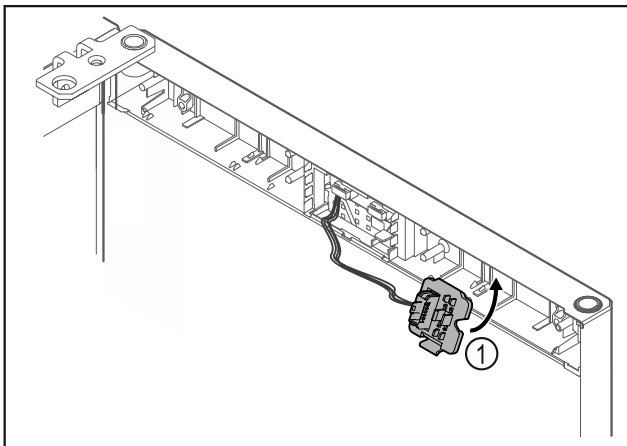

Fig. 24
- ▶ Фиксирайте държача на щекера Fig. 24 (1) от противоположната страна.